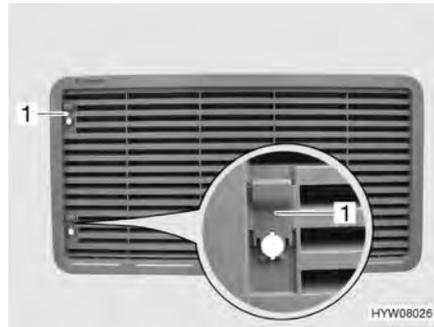

Fig. 138 Grille d'aération du réfrigérateur (avec curseur)
- Pousser le curseur (Fig. 138,1) vers le haut.